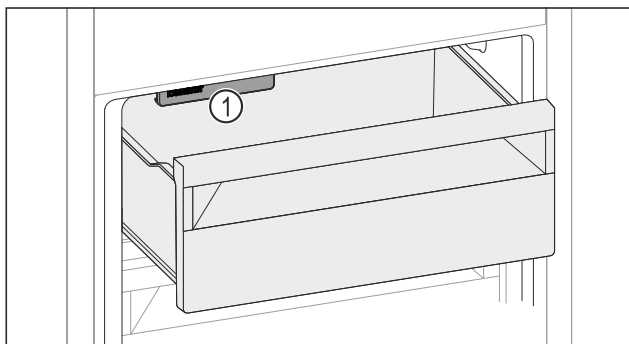

Fig. 207
- Tenez compte de l'IceMaker Fig. 207 (1).